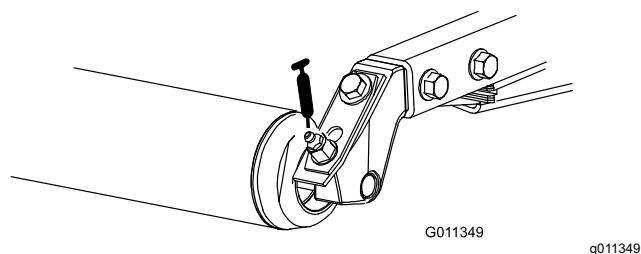

Рисунок 50
- Задние роlikоподшипники (по 2 на режущий блок) (Рисунок 50)